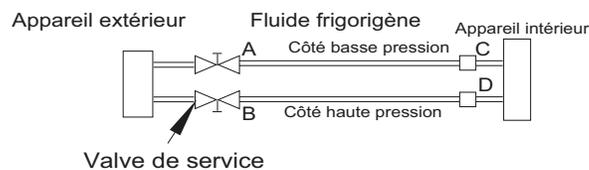

Fig. 48 – Valve de service
- Serrez complètement les écrous évasés A, B, C et D, branchez le flexible de l'ensemble de manomètres à un orifice de charge de la valve de service côté basse pression (voir la figure 48).